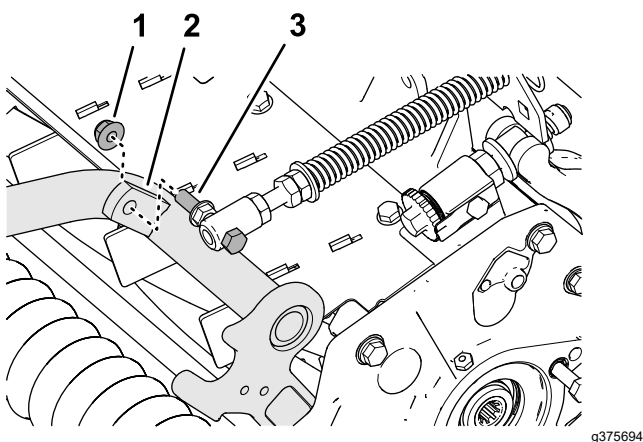

Figure 19
- 4. Fixez le ressort de compensation sur la patte droite du bâti porteur (Figure 19) avec le contre-écrou à embase (3/8 po).